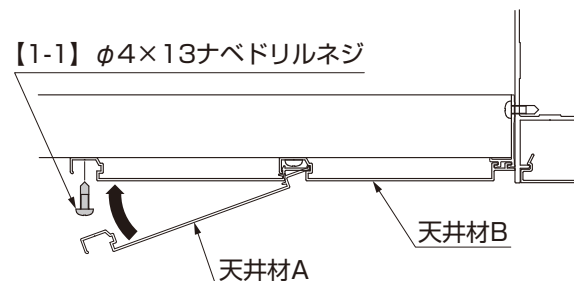
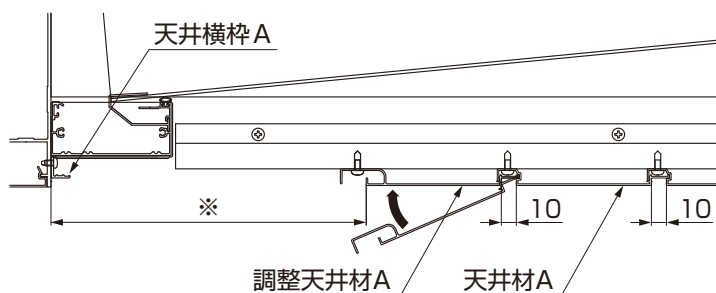
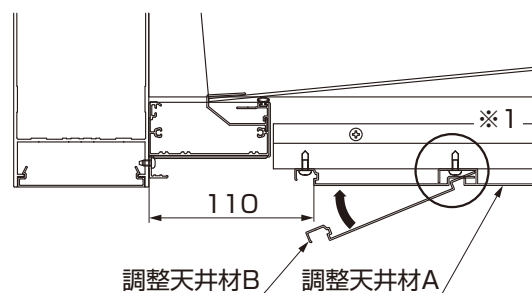
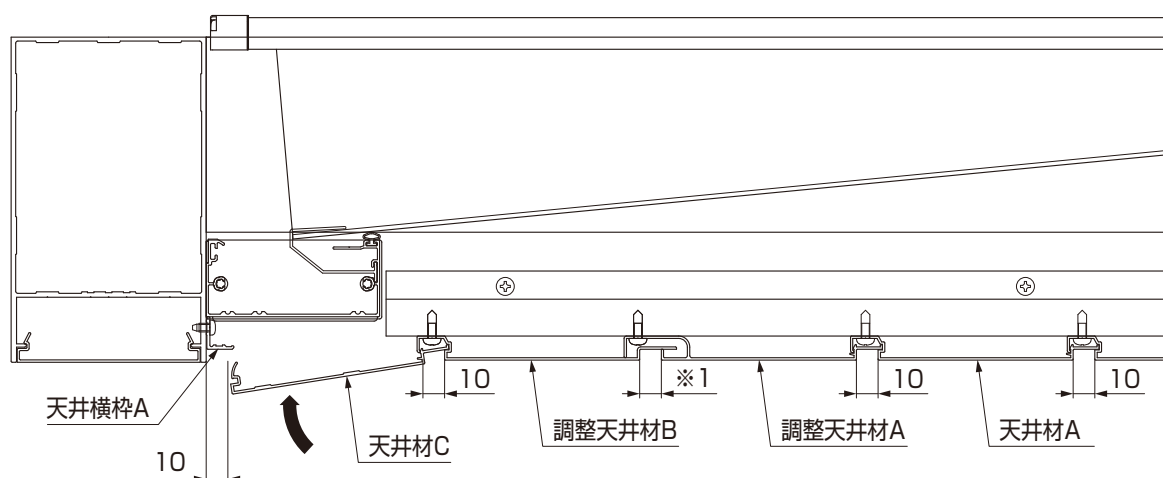

図4-30 天井材Aの取付け
図4-31 調整天井材Aの取付け
図4-32 調整天井材Bの取付け
図4-33 天井材Cの取付け
③天井材Aを繰り返し取付けて、残り3枚になった所でフレームと天井材Aの寸法を測り、目地幅を決めて調整天井材AとBを【1-1】で取付けて最後に調整天井材Bに天井材Cを吻合させて、天井横枠Aに吻合して取付ます。(P.18 図4-30、図4-31、図4-32、図4-33参照)
①※調整天井材Aを取付けた後、フレームと調整天井材Aの寸法を測り、調整天井材Aと調整天井材Bの目地(※1)を決めてから取付けてください。(調整天井材Bとフレームまでは、110mmとし、天井材Cとフレームとの目地は10mmとしてください。)図4-32と図4-33を参照